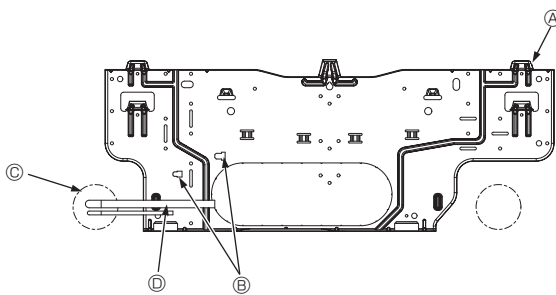

Fig. 3-6
3.3. Encastrement de tuyaux dans le mur (Fig. 3-6)